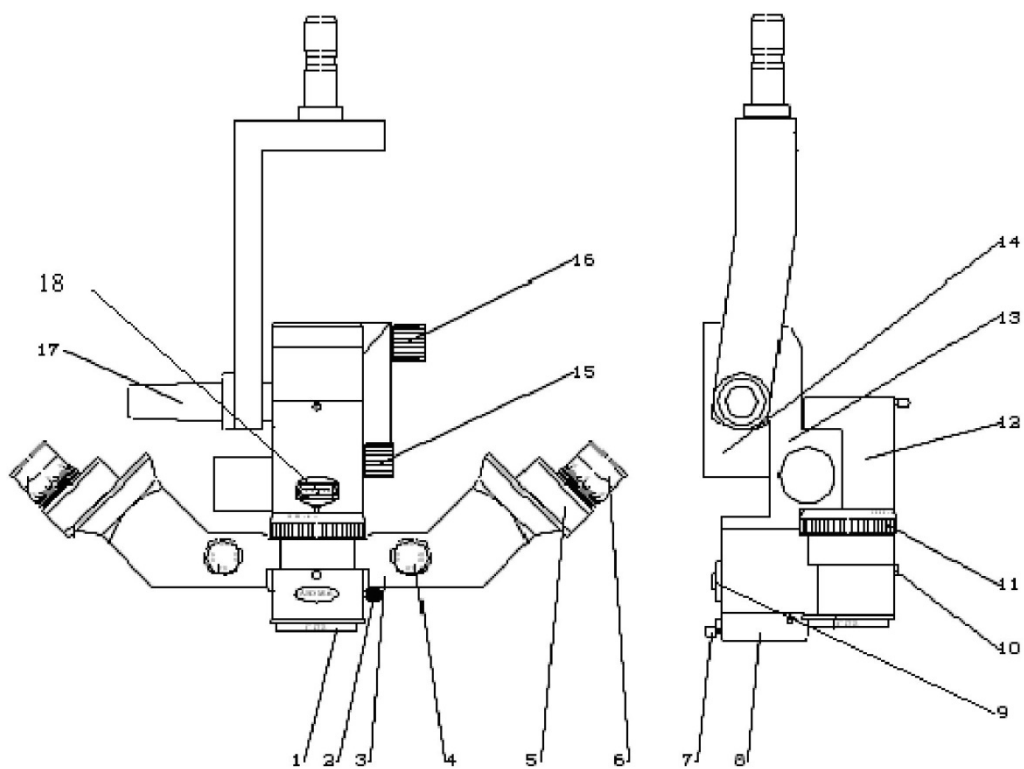

Рис. 13. Механизм головки микроскопа
Головка хирургического микроскопа ASOM-3 состоит из механизма ступенчатого перемещения (16), механизма фокусировки (13), гнезда источника света (9), корпуса устройства приближения (15) и ротора (19), как показано на рис. 13.